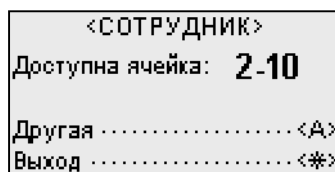

Рис. 42 Экранная форма доступа к ячейкам
- индикатор считывания загорится, на дисплее отобразится меню (Рис. 42);